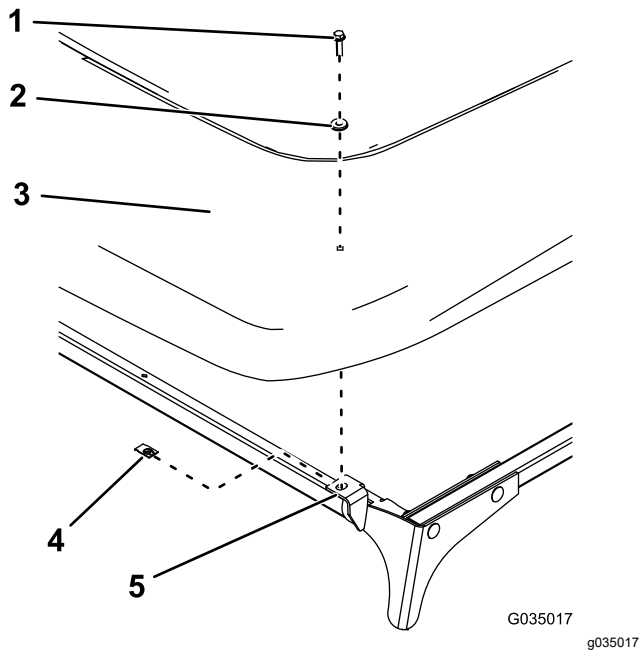

Figura 64
1. Instale o toldo nas placas dianteiras utilizando 2 cliques, 2 anilhas vedantes e 2 parafusos flangeados hexagonais (¼ x 1 pol.), como se mostra na Figura 64.